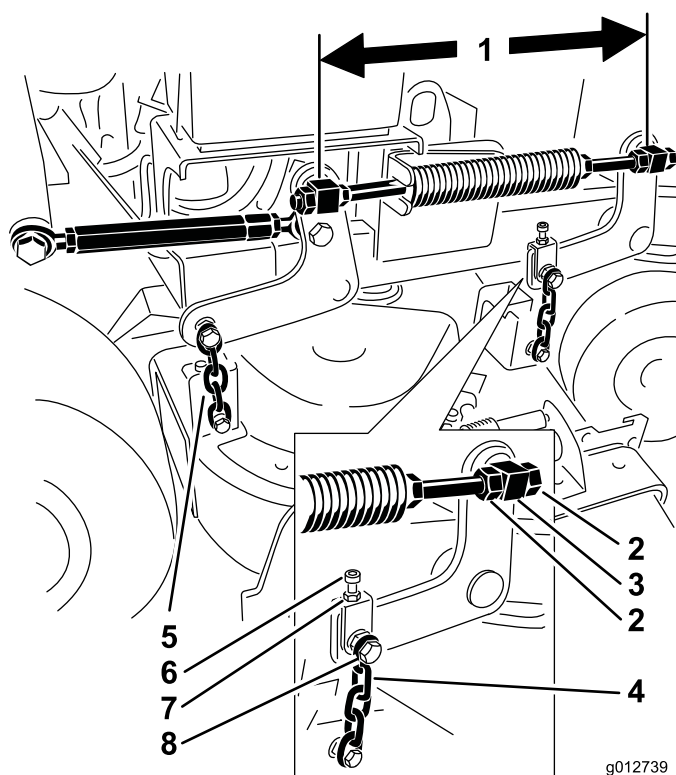

Bild 84
6. Prüfen Sie den Abstand zwischen den Drehzapfen; messen Sie in der Mitte der Drehzapfen (Länge Mitte-zu-Mitte) an der Gewindestange. Die Länge muss bei 91-cm-Mähwerken 49,5 cm (19-1/2") und bei 102-cm-Mähwerken 43,7 cm (17-3/16") betragen (Bild 84).
9. Stellen Sie die Länge zwischen den vorderen und hinteren Drehzapfen an dieser Seite mit den Klemmmuttern vorne am Drehzapfen ein (Bild 84).
11. Stellen Sie mit der Einstellschraube die gleiche Spannung an beiden vorderen Ketten ein (Bild 84).
- Lösen Sie die Mutter am oberen Kettenbolzen und die Klemmmutter an der Einstellschraube (Bild 84).
- Stellen Sie mit der Einstellschraube einen um 6 bis 10 mm niedrigeren Wert vorne an Stelle **A** als hinten an Stelle **B** ein (Bild 84).